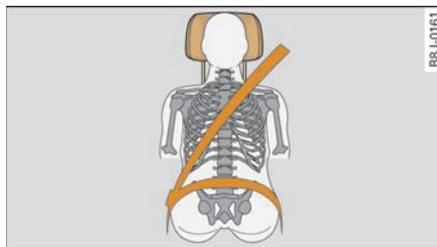
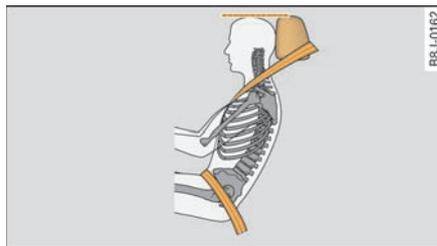

图 187 已正确调整好头枕（从前面看）
图 188 已正确调整好头枕（从侧面看）
- 调节好头枕，使头枕的上沿与头顶成一条线 =>图 187 和 =>图 188。